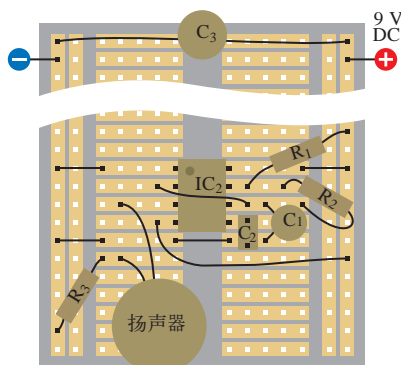
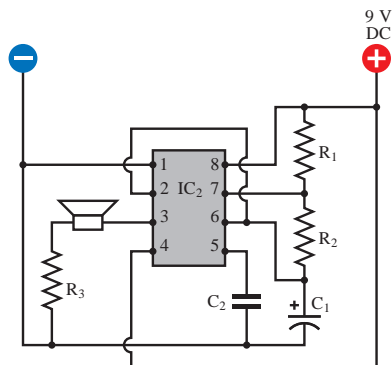
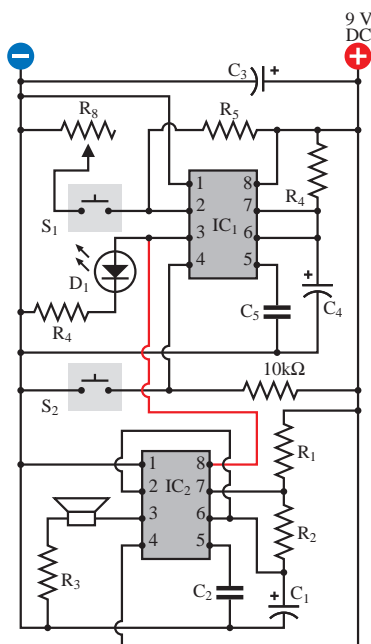

图 4-21 这些元件应该添加对应图 4-14 所示电路原理图的同一块面包板的下方。请使用以下参数来测试 555 定时器的不稳定模态。
图 4-22 图 4-21 所示电路的原理图。元件参数跟图 4-21 相同
图 4-28 断开第二个定时器引脚 8 上的电源连线，并且另外连一条线来替代（图中的红线），就可以将图 4-15 和图 4-22 所示的两个电路简单地组合起来
保持实验 16 中的元件在面包板上的位置不动，在它们的下方添加电路的另一个部分，如图 4-21 和图 4-22 所示。将电阻器  $R_2$  插入引脚 6 和引脚 7 之间，取代原来电路中这两个引脚之间的短路跳接线。在引脚 2 上不再加任何外部输入，取代它们的是在引脚 2 和引脚 6 之间加入一根跳接线。做到这一点，最容易的办法是在芯片的头上走线。
在图 4-22 的电路原理图中，我忽略了电源两端的平滑电容器，因为我假定你是在前一个实验的面包板上搭建这个电路的，原来的那个平滑电容器仍然是有效的。
**图 4-25** 这是图 4-22 所示电路原理图的改进版本。在非稳态模式下的 555 定时器电路中加入一个二极管，就从电容器  $C_1$  的充电周期中消除了  $R_2$  的作用。这样一来，我们就可以用  $R_1$  的数值来调整 on 输出周期，用  $R_2$  的数值来调整 off 输出周期，使得 on 和 off 的持续时间彼此独立
在图 4-22 或图 4-25 所示的电路中，如果你用一个  $100\text{ k}\Omega$  的电位器来代替  $R_2$ ，通过旋转电位器的转轴就可以上下调整频率。
你可以将你的面包板上已有的两个 555 定时器链接起来。图 4-28 显示了将前面图 4-15 和图 4-22 所示的两个电路连接起来的方法。只需在第一个芯片的引脚 3（输出）和第二个芯片的引脚 8（供电电源正端）之间连一根线，并且断开引脚 8 现有的供电电源连线就可以了。新添加的导线以红色显示。现在，当你按下按钮激活第一个芯片时，它的输出就会给第二个芯片供电。